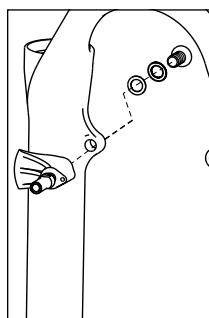

Fig. 6
1. À l'aide du matériel de montage fourni, installez l'adaptateur de frein contre le bras de fourche en utilisant les pattes fournies (Fig. 6).